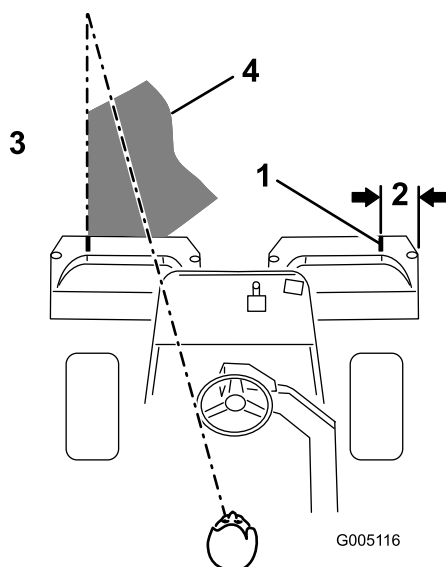

Figura 23
3. Nei secondi giri di tosatura, sovrapponetevi in misura minima al taglio precedente. Per realizzare una linea retta attraverso il green e mantenere la macchina equidistante dal bordo di taglio precedente, stabilite una linea visiva immaginaria a circa 1,8–3 m davanti alla macchina fino al margine della parte non tosata del green (Figura 22 e Figura 23). Potrebbe essere utile includere il margine esterno del volante nella linea visiva; in questo caso mantenete il volante allineato con un punto che deve essere sempre tenuto equidistante dalla parte anteriore della macchina (Figura 22 e Figura 23).